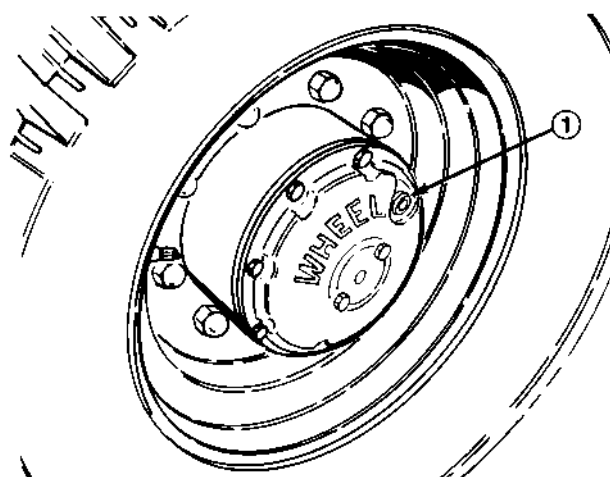

Figure 50
1. Garer la machine sur une surface horizontale, positionner la roue de manière que le bouchon de contrôle/vidange se trouve à trois heures ou neuf heures (Fig. 50).
3. Quand l'huile est vidangée, positionner la roue de manière que le trou du bouchon se trouve à trois heures ou neuf heures (Fig. 50).